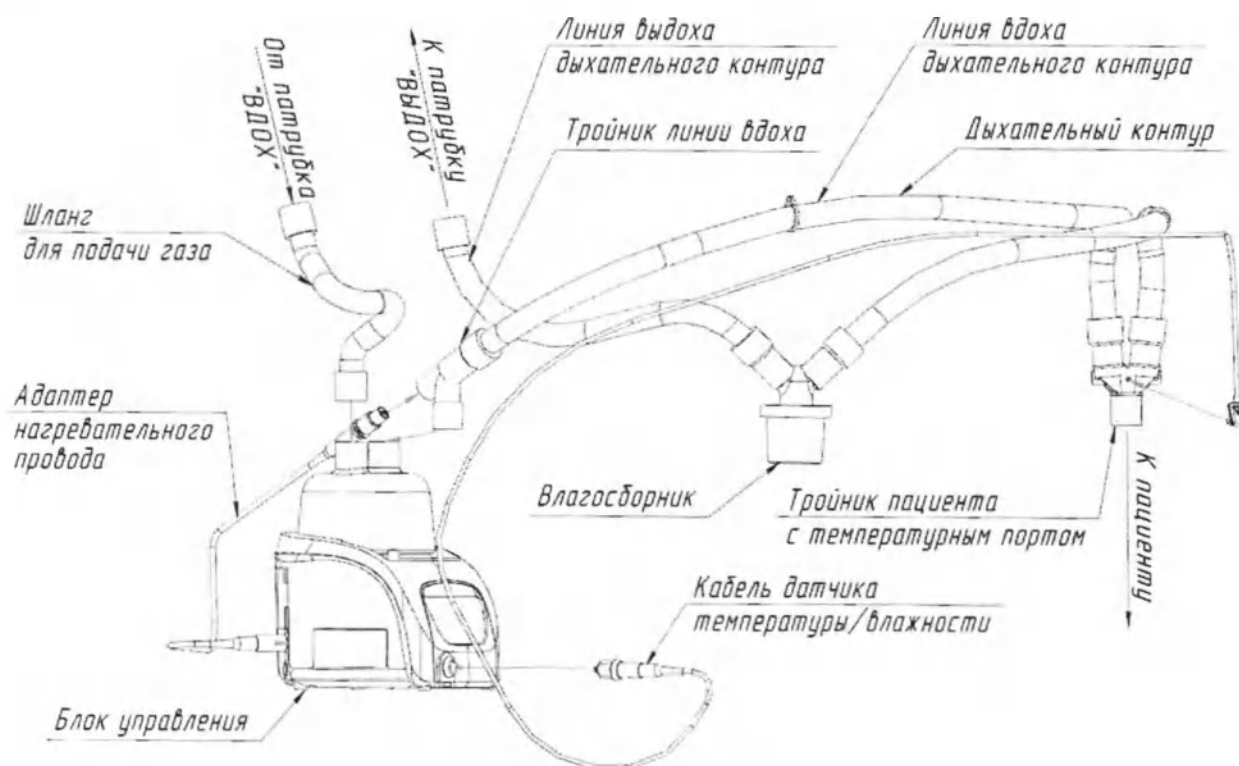

Рисунок 6 – Схема включения увлажнителя в дыхательный контур аппарата ИВЛ
5) Присоедините к входному отверстию камеры увлажнителя шланг для подачи газа от аппарата ИВЛ или ингалятора, входящий в комплект дыхательного контура (см. рис. 6).
7) Патрубок тройника линии вдоха дыхательного контура (см. рис. 6) присоедините к выходному отверстию камеры увлажнителя. При использовании совместно с аппаратом ИВЛ присоедините патрубок или тройник линии выдоха пациента к аппарату.